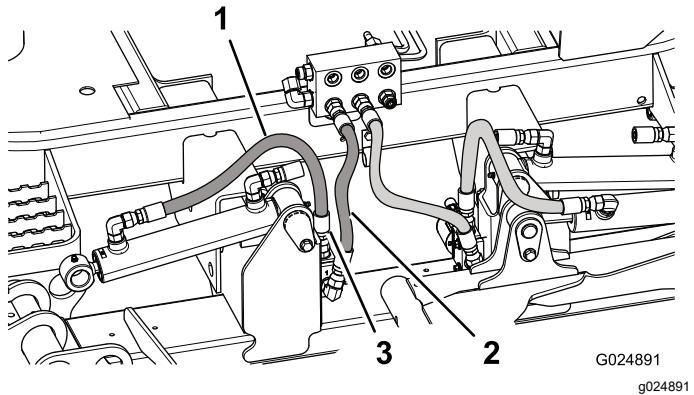

Figura 8
- Disponete e montate l'estremità del flessibile scollegata dal raccordo del collettore di giunzione sul raccordo superiore (diritto) sul collettore di blocco del piatto di taglio (Figura 8).
8. Disponete e montate il nuovo flessibile sul collettore di giunzione e sul raccordo del collettore di blocco del piatto di taglio a 90 gradi (Figura 8).